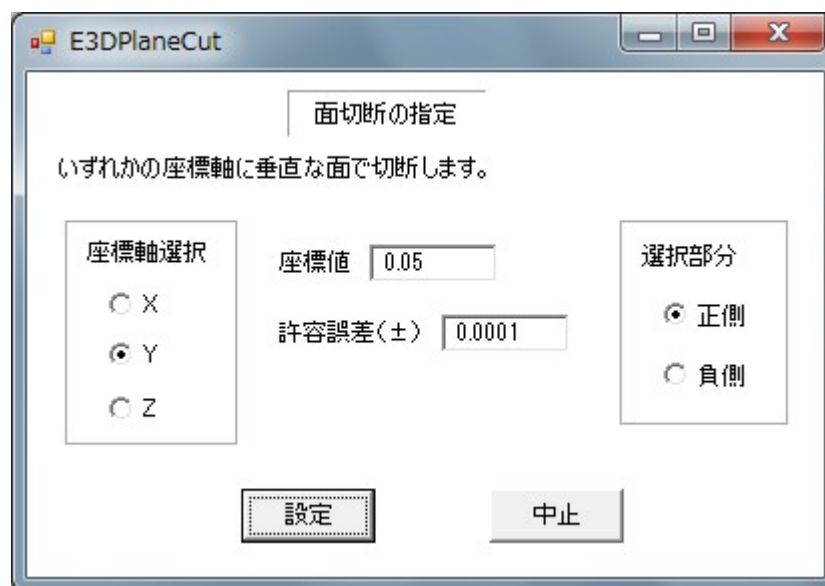

図4-21 面切断設定の画面
18) 「面切断設定」ボタンをクリックすると、図4-21の面切断設定の画面に移り、面切断の仕方を設定できます。この面切断とは、座標軸に直角な平面で構造を切断し、2分割されたいずれかの構造図を描くものです。図4-21の画面では次のように操作します。